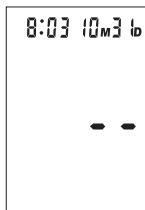

Fig. 3
2. Pulse y libere el botón **M** (de memoria), hasta que brillen dos líneas horizontales, *Fig 3*. Esto indica que se han borrado todas las mediciones.